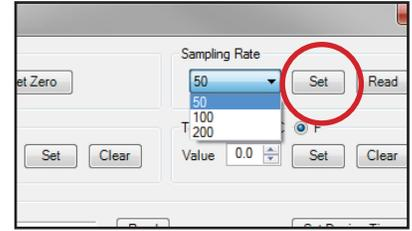

図 21: サンプリングレートを設定します
4. サンプルレートを変更するには、矢印をクリックしメニューを開きます。(図21)